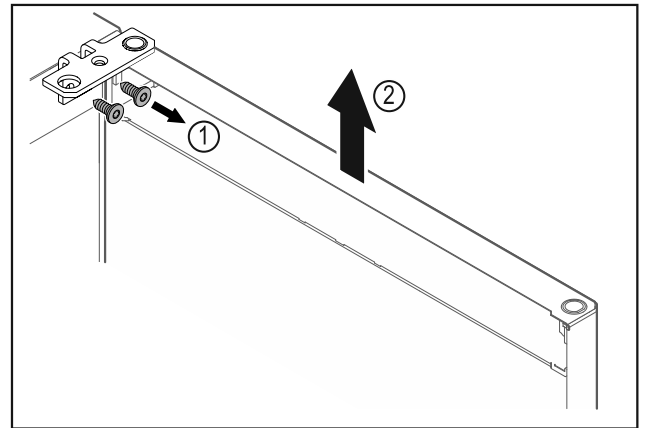

Fig. 9
- ▶ Atsukite šarnyrinį kampuotį Fig. 9 (1).
- ▶ Duris, įsk. šarnyrinį kampuotį Fig. 9 (2), pakelkite maždaug 200 mm tiesiai į viršų ir nuimkite.